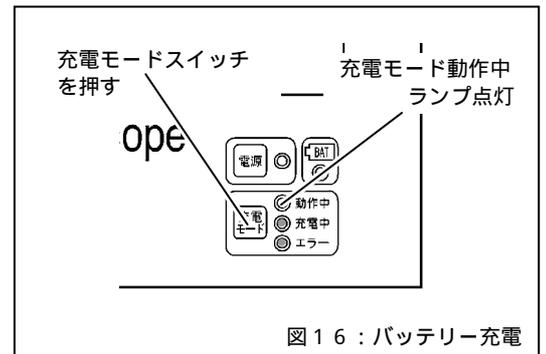

図 1 6 : バッテリー充電
2. 充電開始 (図 1 6)
バッテリー放電時の発熱 (図 1 7)